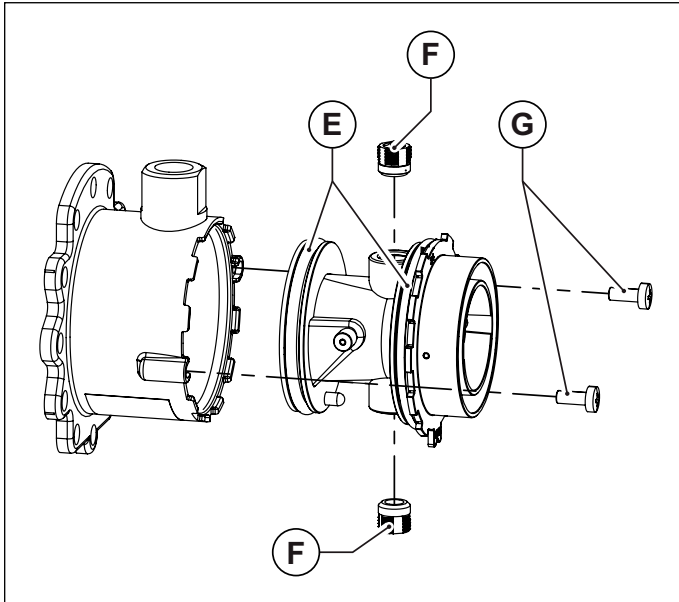
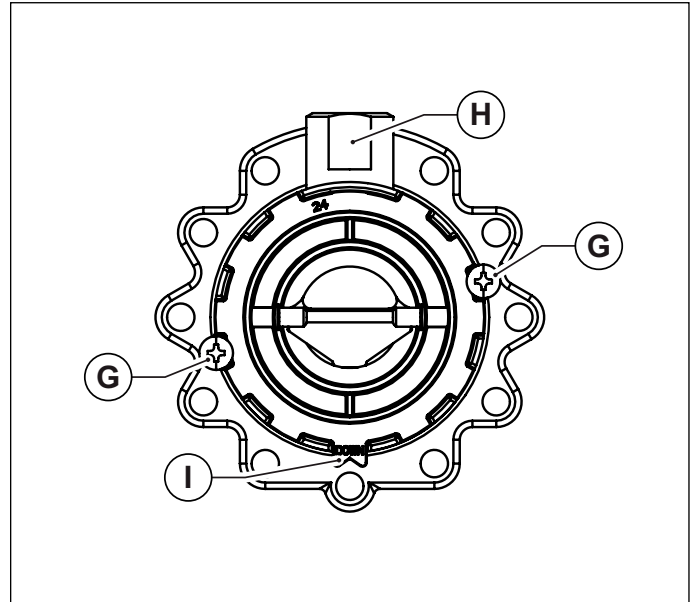

Fig. 38 Cuerpo de plástico del mezclador
Fig. 39 Orientación de montaje
- Extraer el cuerpo de plástico del mezclador, desatornillando los dos tornillos de fijación (ver Fig. 38 Cuerpo de plástico del mezclador).
- Desatornillar las dos boquillas del mezclador utilizando una llave Allen de 6 mm (ver Fig. 38 Cuerpo de plástico del mezclador).
- Volver a montar nuevamente el cuerpo de plástico (Venturi) introduciéndolo en el mezclador y atornillándolo con los tornillos de fijación, teniendo cuidado de no dañar las juntas tóricas que están montadas en los extremos del cuerpo de plástico (ver Fig. 38 Cuerpo de plástico del mezclador) y respetar la orientación del montaje (ver Fig. 39 Orientación de montaje).
- Montar el mixer ensamblado al ventilador con los tornillos Allen, teniendo cuidado de reposicionar la junta tórica de estanqueidad entre el mixer y el ventilador (ver Fig. 38 Cuerpo de plástico del mezclador).